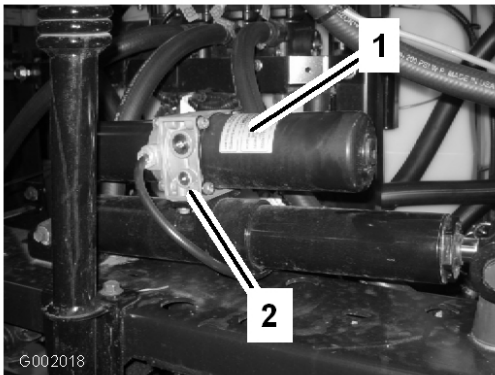

Bild 71
1. Ermitteln Sie das manuelle Überdruckventil am Aktuator jedes Spritzgestänges. Das manuelle Überdruckventil ist das kleinste Ventil. Es befindet sich nur an einer Seite des Aktuators (Bild 71).